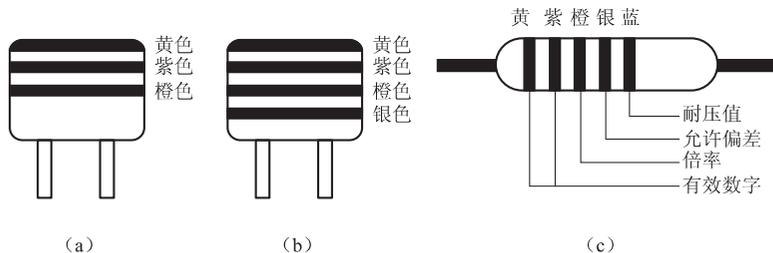

图3-13 用色环表示电容容量
(4) 数字表示法:用大于 1 不带单位的一到四位数字表示电容量,单位为 pF。如 3 300 表示 $3\,300 \text{ pF}$;47 表示 47 pF 。用小于 1 的不带单位的数字表示电容量,单位为 μF 。如 0.47 表示 $0.47 \mu\text{F}$;0.1 表示 $0.1 \mu\text{F}$ 。
(5) 色标法:色标法有两种,一种称为色环标示法,另一种是色点法。
① 色环法。用3~5个色环标称电容器的电容量、允许偏差和耐压值。第一、第二色环表示有效数字,第三色环表示倍率,第四色环表示允许偏差,第五色环表示耐压值,如图3-13所示。
图 3-13(a)表示的电容量为 $47 \times 10^3 \text{ pF} = 0.047 \mu\text{F}$ ；图 3-13(b)表示的电容量为 $47 \times 10^3 \text{ pF} = 0.047 \mu\text{F}$ ，允许偏差为 $\pm 10\%$ ；图 3-13(c)表示的电容量为 $47 \times 10^3 \text{ pF} = 0.047 \mu\text{F}$ ，允许偏差为 $\pm 10\%$ ，耐压值为 40 V 。